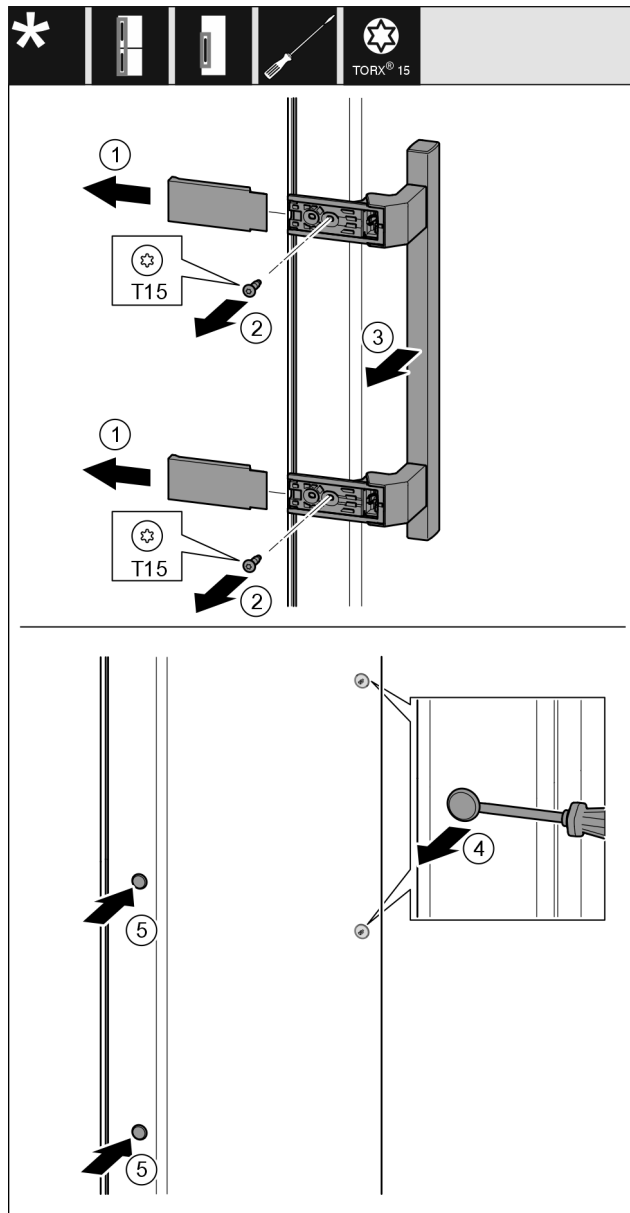

Fig. 18
- Stáhněte kryt Fig. 18 (1).
- Šroubovákem vyšroubujte šrouby Fig. 18 (2).
- Sejměte madlo Fig. 18 (3).
- Postranní zátku Fig. 18 (4) opatrně plochým šroubovákem nadzvedněte a vytáhněte.
- Zátku Fig. 18 (5) opět vložte na druhé straně.